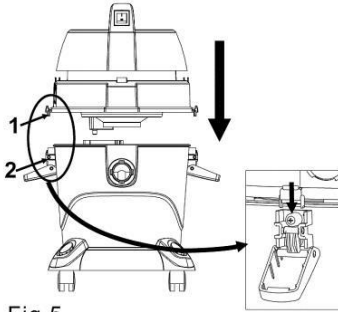

Fig.5
**Etape 5 :** Insérez la part numéro 1 du corps principal dans la part numéro 2 de la cuve, puis verrouillez les attaches (Fig. 5).